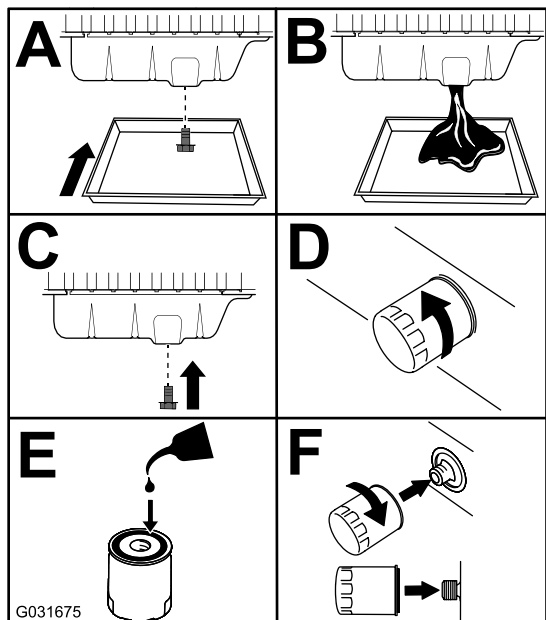

Figura 72
3. Substitua o filtro e o óleo do motor (Figura 72).